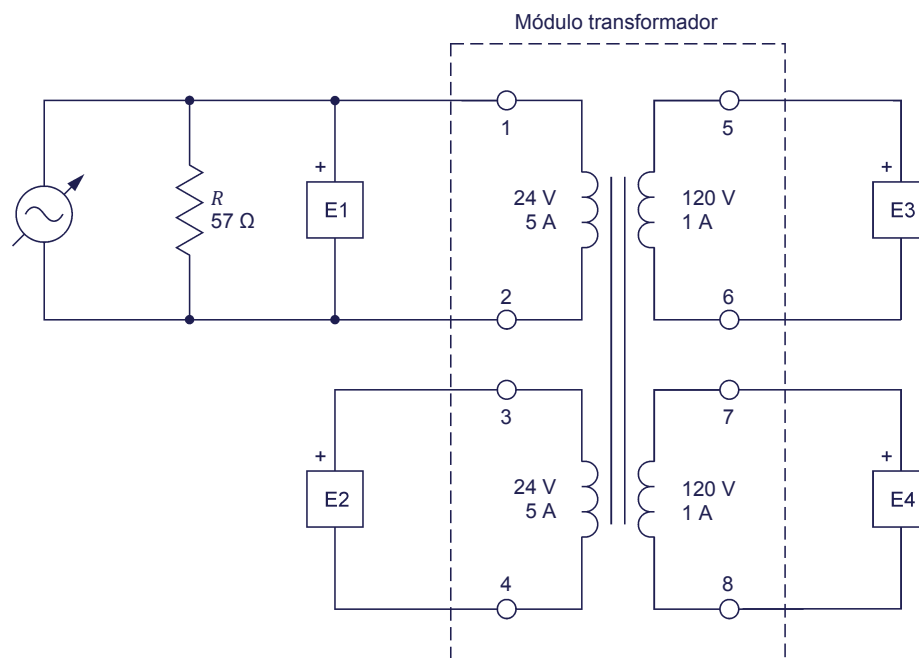

Figura 15. Circuito para determinar la polaridad de los arrollamientos del transformador utilizando un osciloscopio.
7. Conecte el equipo como se muestra en la figura 15.
La carga resistiva del circuito de la figura 15 se utiliza para mejorar el aspecto de las formas de onda de tensión. La carga resistiva no tiene ningún efecto en las tensiones medidas debido a que está conectada en paralelo con la fuente de alimentación ca.